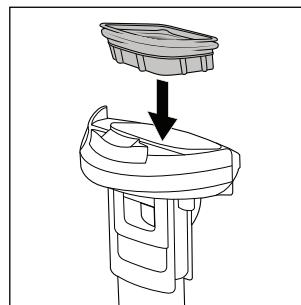

Fig. 28
- ♦ Sæt snavfilteret 10 på låget til beholderen til snavset vand 9, når delene er tørre (se fig. 28).